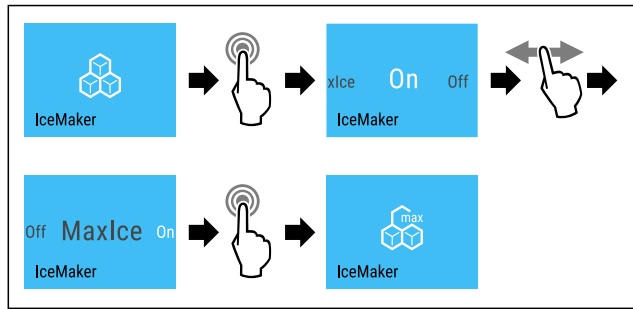

Fig. 18
- ▶ Efectuați pașii de acțiune (vezi Fig. 18).